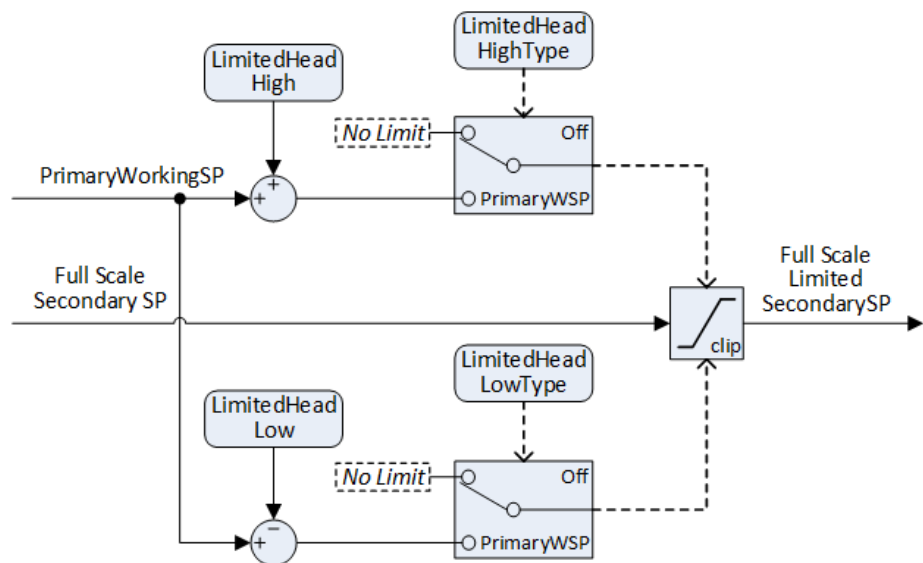

Figure 108 Fonction « Limited Head » disponible pour la configuration pleine échelle.
- La consigne pleine échelle peut être limitée par des bornes supérieures et/ou inférieures qui sont relatives à la consigne de travail primaire, par le biais de la fonction Limited Head - voir la Figure 108.